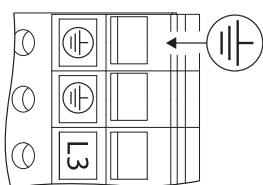

Fig. 21 : Mise à la terre supplémentaire
- En raison du courant de décharge plus élevé sur les moteurs à partir de 11 kW, il faut raccorder une mise à la terre renforcée conformément à la norme EN 50178 (voir fig 21).